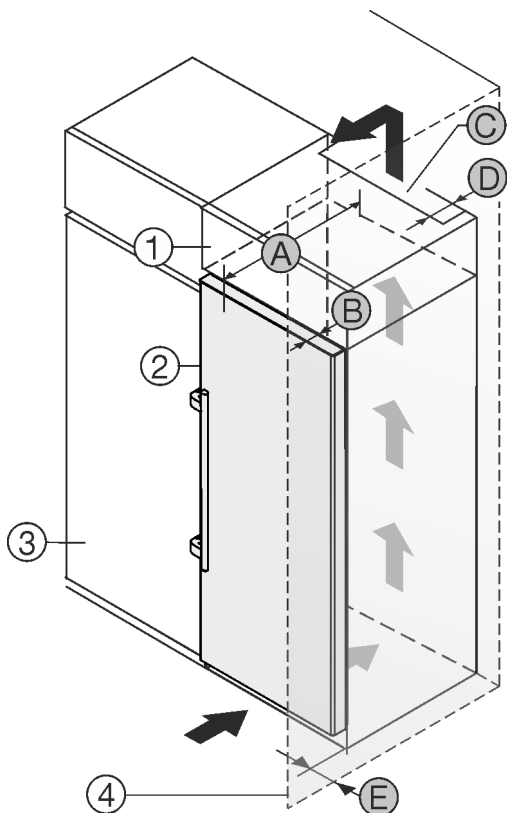

Fig. 2
Te saate seadme vahetult köögikapi Fig. 2 (3) kõrval üles panna.\*
Pealiskapi tagaküljel peab olema vähemalt sügavusega Fig. 2 (D) kogu pealiskapi laiune heitõhušaht.\*
Ruumi lae all tuleb ventilatsiooniristlõikest Fig. 2 (C) kinni pidada.\*
Kui panete seadme šarniiridega seinale Fig. 2 (4) kõrvale üles, siis peab olema seadme ja seinavahekaugus vähemalt 57 mm. See vastab käepideme üleulatusele avatud ukse korral.\*
Võimaldamaks ust täielikult avada, peab seade vähemalt ukse sügavuse Fig. 2 (B) võrra köögikapi esiseinast ettepoole ulatuma. Köögikappide Fig. 2 (3) sügavusest ja seinavahehoidikute kasutamisest sõltuvalt võib seade rohkem välja ulatuda.\*